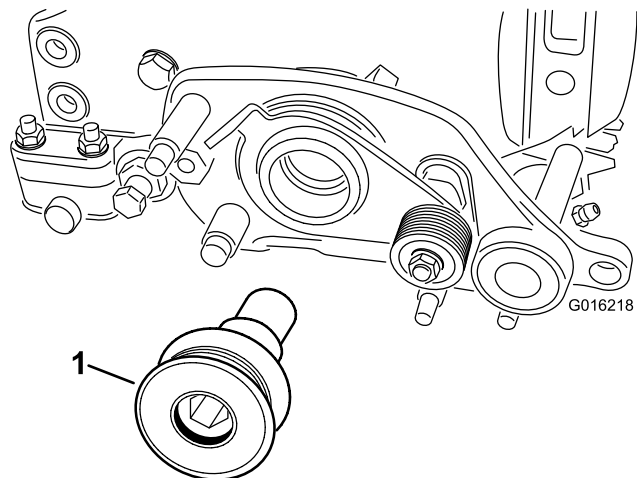

Figure 10
25. Fixez la poulie d'entraînement du groomer à l'arbre du cylindre sur le côté droit, et serrez-la à 170 N·m (Figure 10).